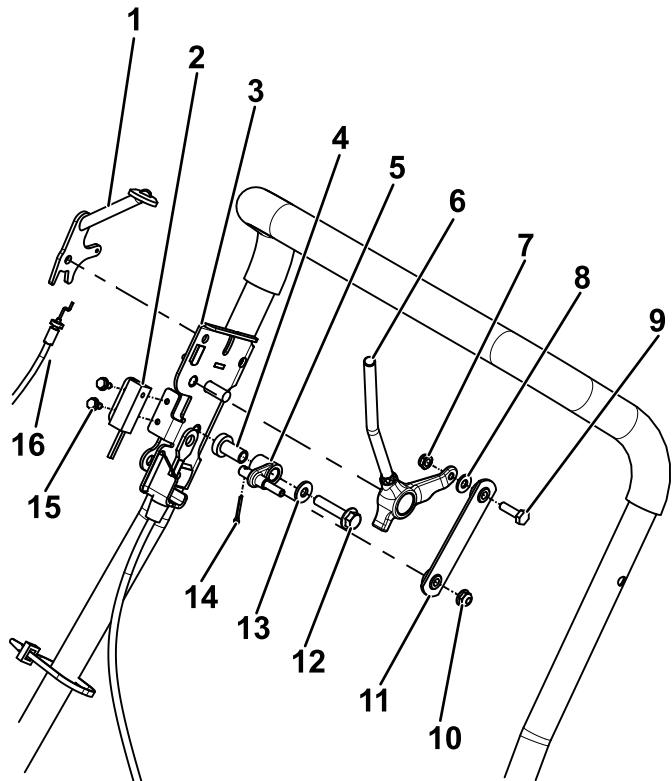

图 7
8. 使用之前卸下的五金件 图 7 将牵引支架安装到手柄上。
9. 使用本套件随附的五金件安装牵引杆、枢轴和连杆 图 7。
10. 使用之前卸下的五金件安装接近开关 图 7。
13. 使用之前卸下的五金件安装油门杆图 7。